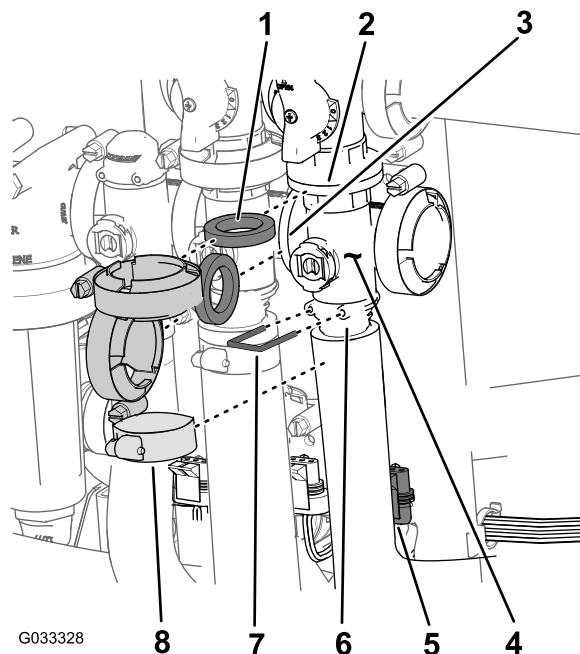

Рисунок 71
1. Снимите хомуты и прокладки крепления коллектора главного клапана секций (Рисунок 71) к главному клапану перепуска секций, клапану перемешивания и главному коллекторному клапану секций (на конце шланга расходомера).
2. Снимите держатель, который крепит выпускной штуцер к коллектору главного клапана секций (Рисунок 71).